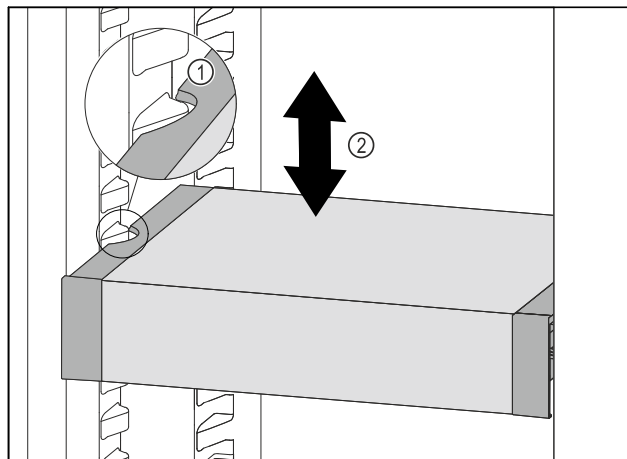

Fig. 209
- Tërhiqni VarioSafe për nga përpara, derisa foletë anësore të VarioSafe të jenë në lartësinë e brinjëve të kutisë në pjesën e ftohjes. Fig. 209 (1)
- Lëvizni VarioSafe për lart ose për poshtë në pjesën e ftohjes, derisa të arrihet lartësia që dëshironi. Fig. 209 (2)